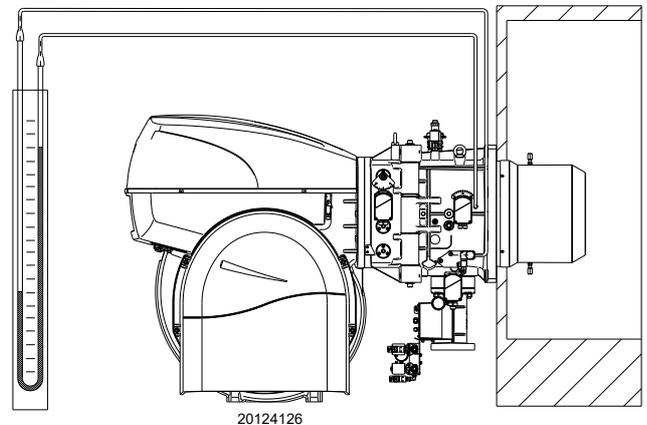

Abb. 39
- Montieren Sie ein U-Rohr-Manometer oder einen Differenzdruckmesser (Abb. 39), mit Entnahmestelle (+) am Gasdruck der Muffe und (-) in der Brennkammer.
Das U-Rohr-Manometer (Abb. 39) zeigt den Gaseintritt an der Muffe an.